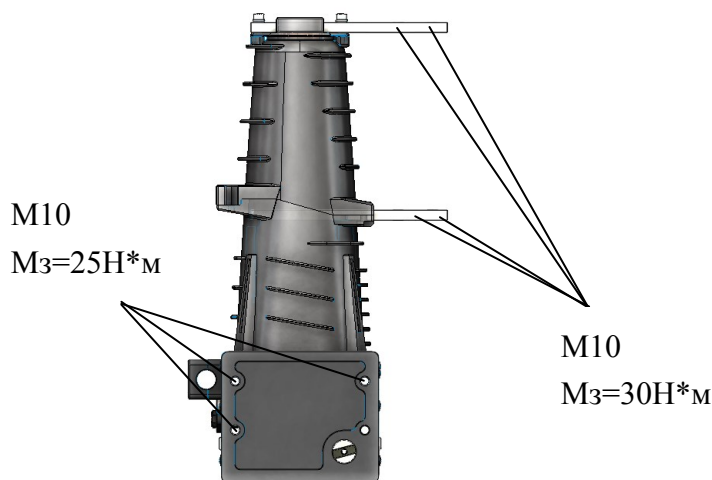

Рисунок 12. Точки крепления коммутационного модуля
- Максимальные нормируемые значения статических усилий создаваемых ошиновкой вакуумных выключателей составляет не более 600 Н (рис.12);